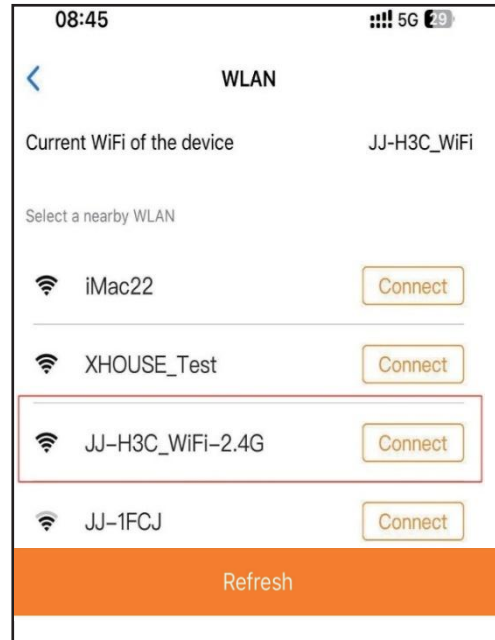

Abb. 8
Schritt 2. Wählen Sie das neue Wi-Fi-Netzwerk aus und stellen Sie die Verbindung her, indem Sie auf „Connect“ tippen. (Abb. 8)